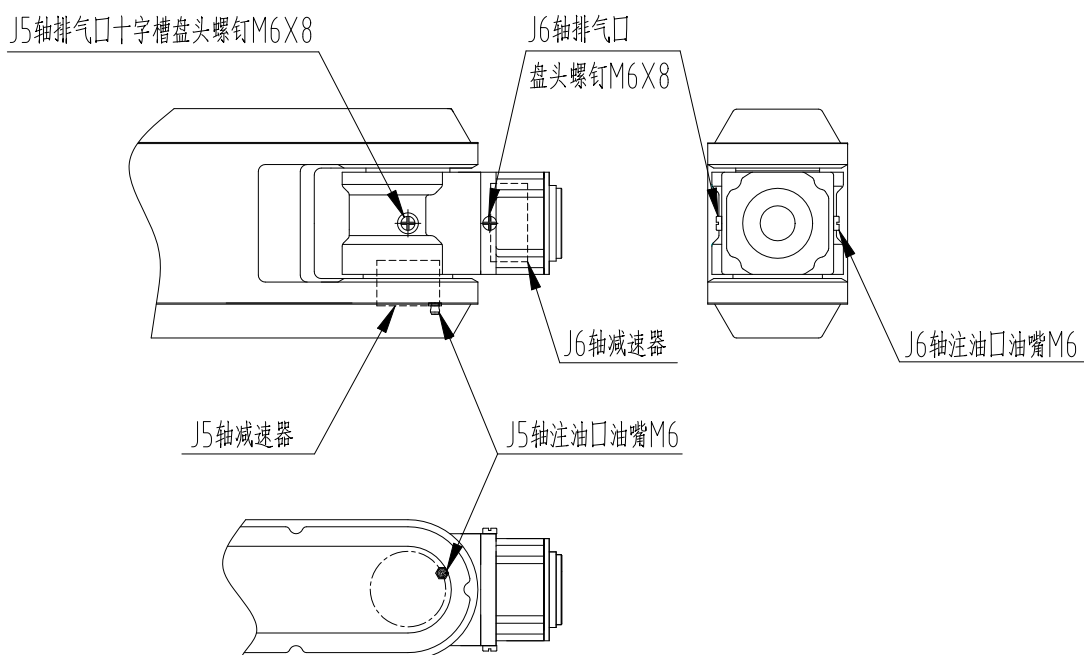

图 17 J5、J6 轴减速机局部结构
- ① 取下 J5、J6 轴排气口的螺丝堵；
- ② 取下注油口的螺丝堵，在注油口上安装 M6 油嘴；
- ③ 用油枪从注油口分别为 J5、J6 轴注入润滑脂（参考图 17 J5、J6 轴减速机局部结构）；